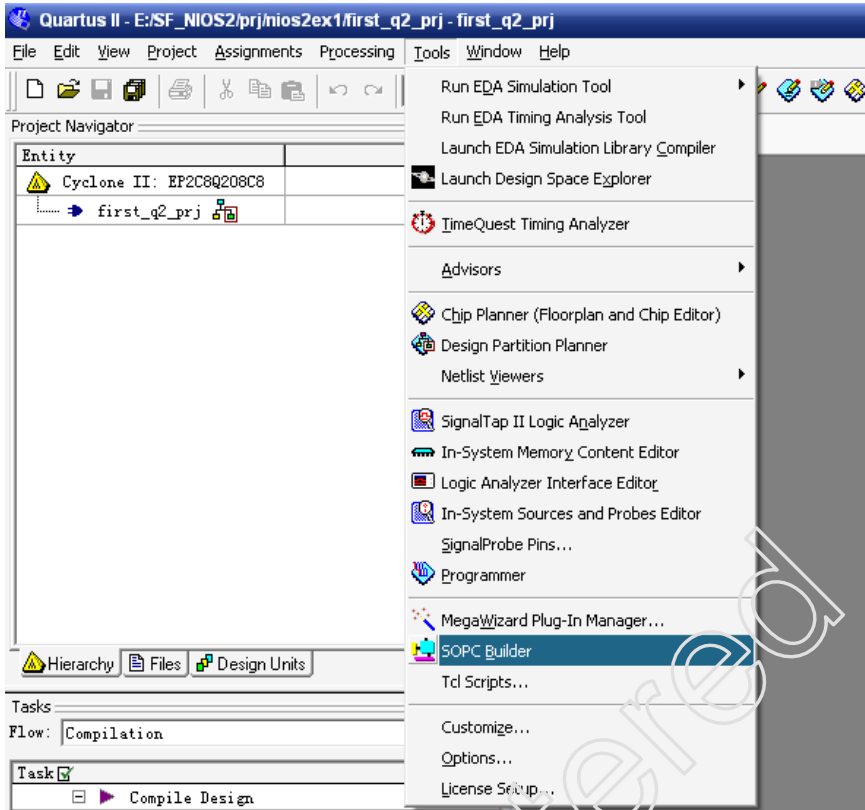

图 3.9 打开 SOPC Builder
1. 创建好一个工程，我们接着就使用 SOPC Builder 给这个工程搭建一个硬件系统。如图 3.9 所示，点击菜单栏的 Tools→SOPC Builder 选项，进入 SOPC 配置页面。